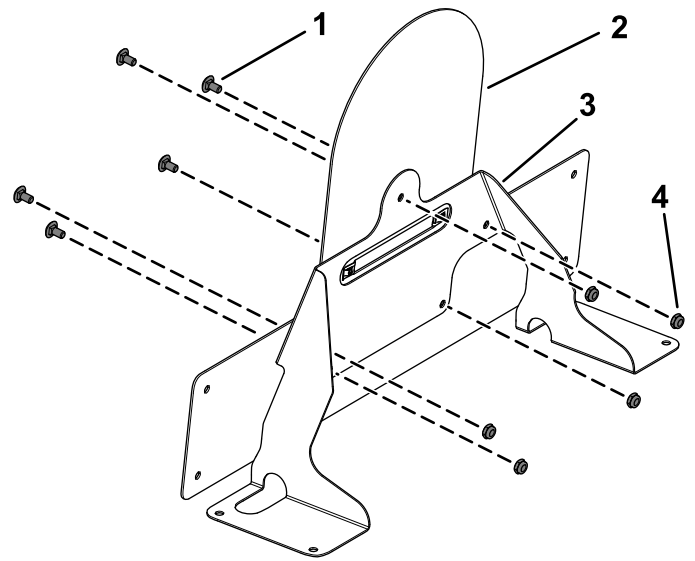

Bild 27
7. Befestigen Sie die Halterung der Geschwindigkeitsplatte mit fünf Schlossschrauben ($\frac{1}{4}$ " x $\frac{1}{2}$ ") und fünf Sicherungsmuttern ($\frac{1}{4}$ ") an den Markierungshalterung, wie in Bild 27 abgebildet.